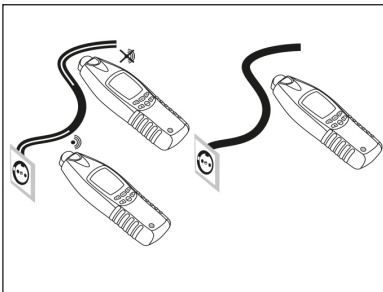

Abbildung 19:
- Für diese Anwendung ist kein Sender erforderlich. (Abbildung 19)